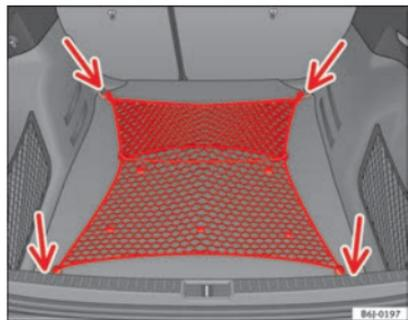

Fig. 95 Red para equipaje extendida
- Fije la red para equipaje a las cuatro argollas -flechas- ⇒ fig. 95.